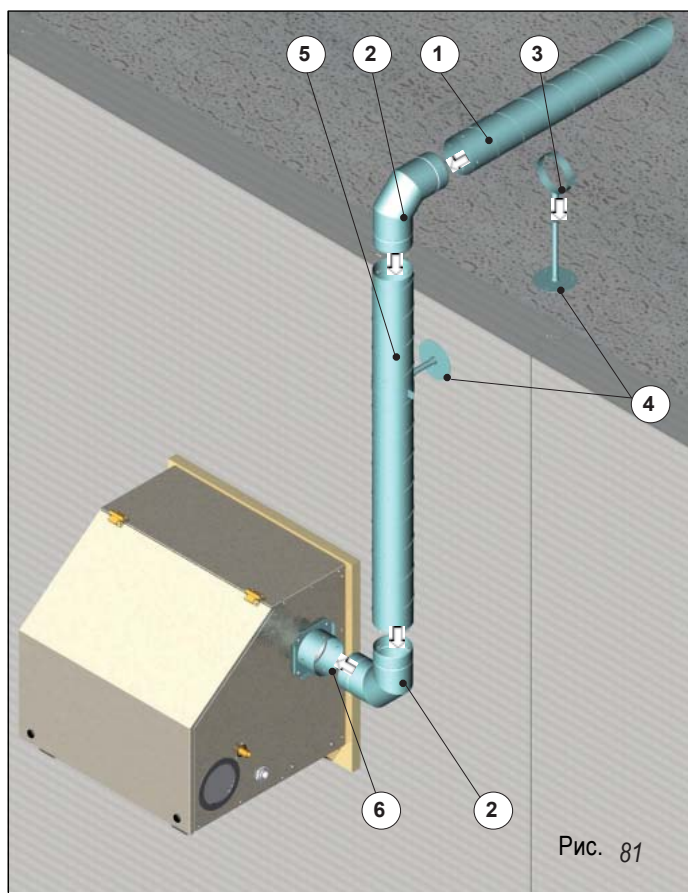

Рис. 81
На рис. 81 и 82 показано выполнение дымохода для генераторов модели GSR50, GSR100.1, GSR100.1E и GSR150, установленных на стене. Участок **дымоходной трубы (5)** должен быть **отрезан в ходе монтажа**. На рис. 81 представлена схема сборки различных компонентов, описанных ниже: